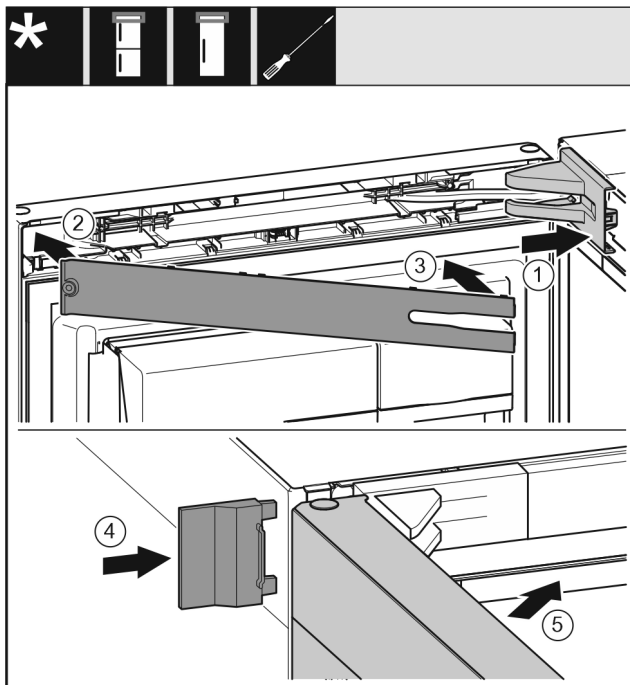

Fig. 22
- ▶ Poser et enclencher le cache du support de palier, l'introduire en appuyant délicatement. Fig. 22 (1)
- ▶ Poser le cache. Fig. 22 (2)
- ▶ Incliner le cache et l'enclencher. Fig. 22 (3)
- ▶ Enfiler le cache extérieur. Fig. 22 (4)
- ▶ Fermer la porte supérieure. Fig. 22 (5)